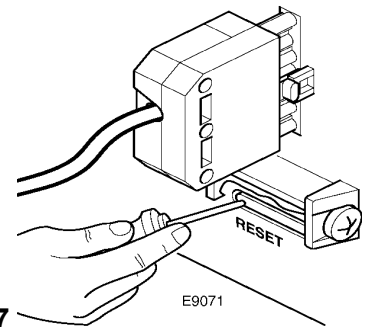

Рис. 17
- Запустить горелку: для чего необходимо отодвинуть назад автомат горения, на который в данный момент должно подаваться электропитание, и нажать специальным инструментом на язычок RESET (сброс) (смотри рисунок 17).